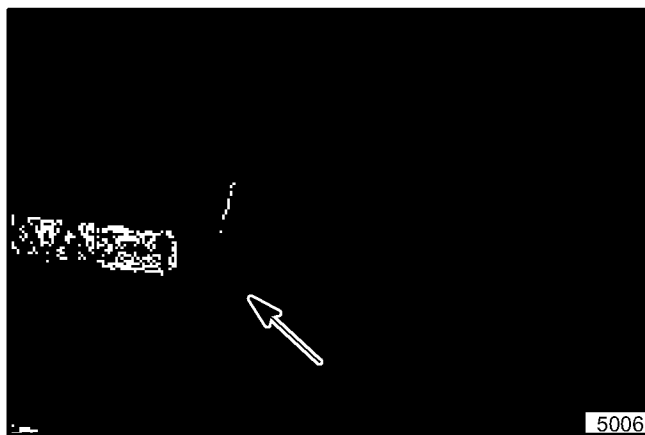

Figura 9. Barra de Elevación Conectada al Brazo de Elevación
16. Utilizando un pasador de horquilla, conecte la horquilla de la barra de elevación al brazo de elevación como es mostrado en la figura 9.